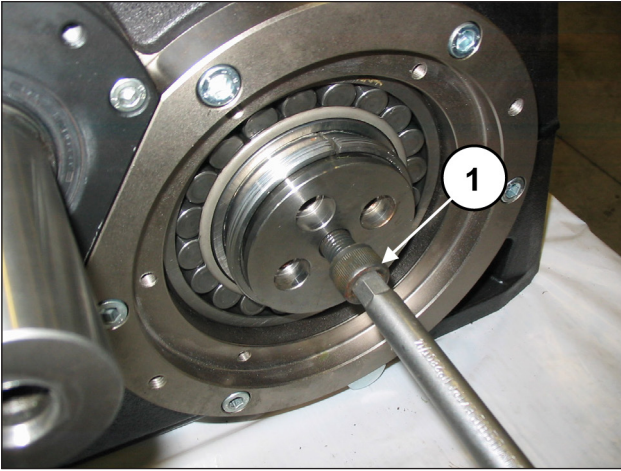

Fig. 80
Poser une vis M16 d'une longueur suffisante (35-40 mm) dans l'orifice M16 du vilebrequin et visser jusqu'à ce que le flasque atteigne la douille (rep. ①, Fig. 80). **Ne pas serrer la vis.**